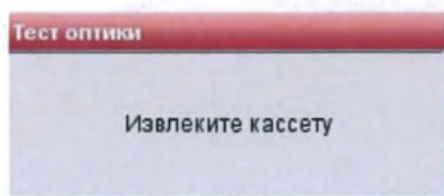

Рис.8-19 Извлеките кассету
- По завершении теста результаты будут распечатаны, и вам будет предложено извлечь кассету (Рис. 8-19).